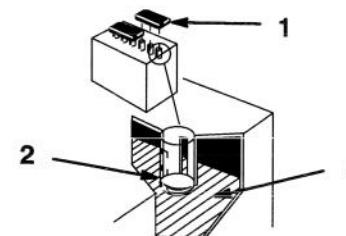

Figure 35
1. Le moteur étant à l'arrêt, retirer les bouchons pour voir l'intérieur des éléments. L'électrolyte doit arriver au bas des tubes (Fig. 35). Ne pas laisser le niveau de l'électrolyte descendre en-dessous du sommet des plaques (Fig. 35).
2. Retirer les bouchons de remplissage (Fig. 35).
3. Verser lentement de l'eau distillée dans chaque élément de la batterie jusqu'à ce que le niveau arrive au bas du tube (Fig. 35).